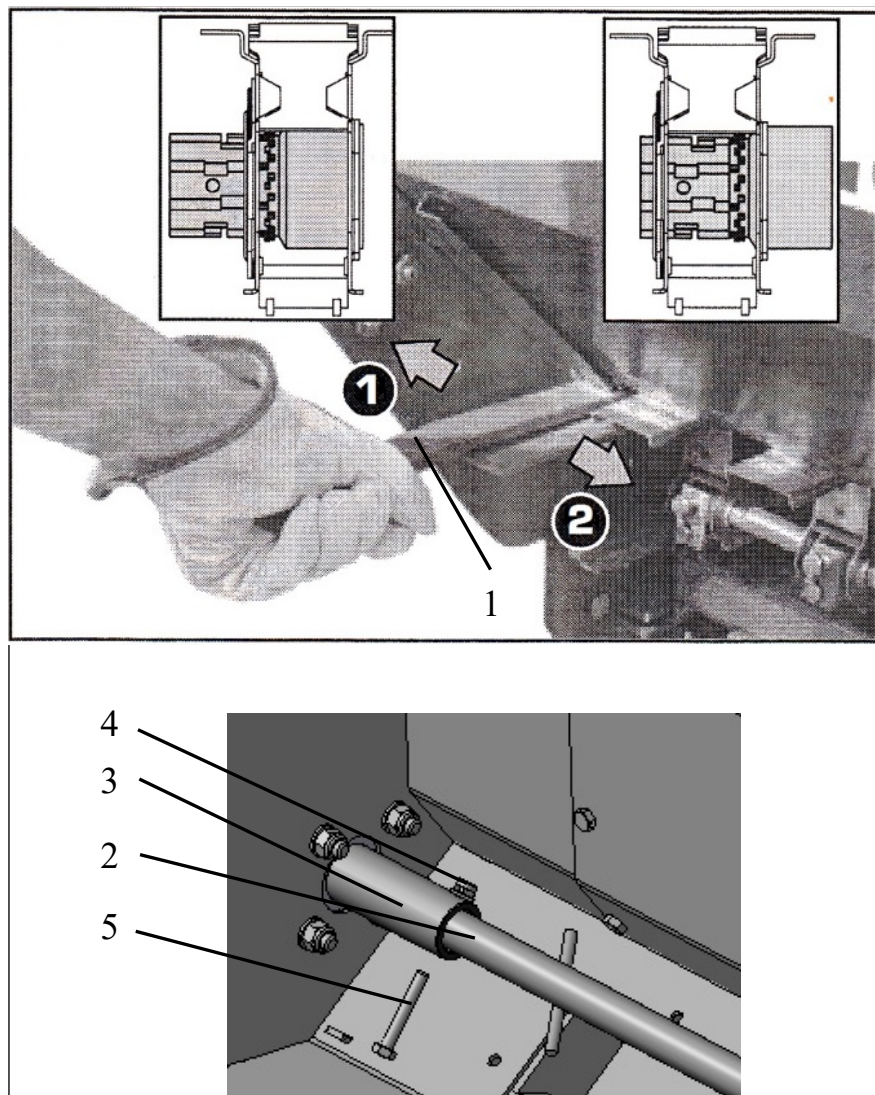

Рисунок 10.
Установить рычаг (1) (рис. 10) в одно из двух положений. Для чего необходимо ослабить гайки, фиксирующие рычаг.
ВНИМАНИЕ: При посеве крупных семян (горох, соя и др.), чтобы исключить их повреждение, рекомендуется отключить ворошитель (2) (рис. 10) от привода (3). Для этого необходимо в левом бункере раскрутить гайку (4) и извлечь болт (5).